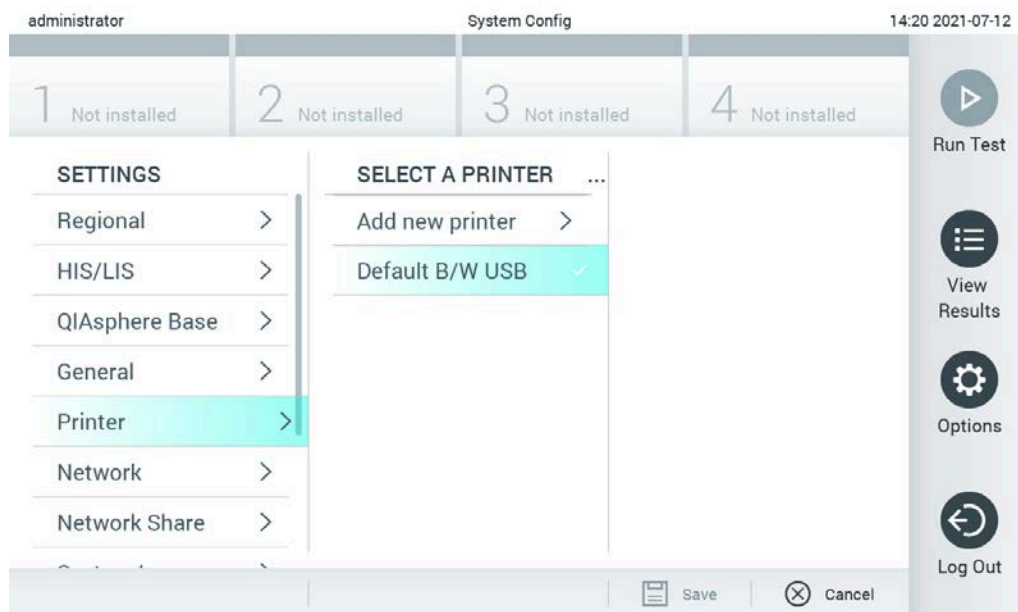

Figura 99. Instalarea imprimantei cu driver implicit
2. Selectați imprimanta implicită, numită Default B/W USB (Figura 99)